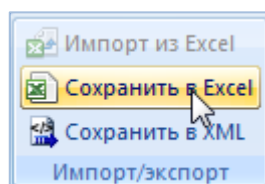

Рис. 23-54 – Сохранение движений экземпляра ФИ в формате Excel
- 2) Нажать кнопку «Сохранить в Excel» панели «Импорт/экспорт» (рис. 23-54).